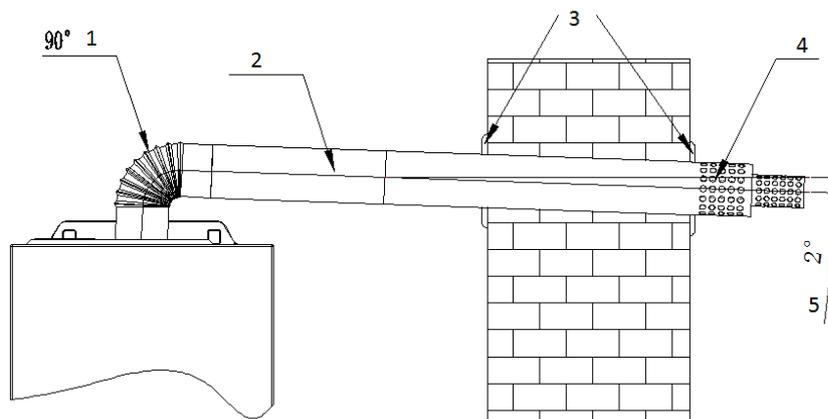

Рис. 15
В зависимости от фактического места установки котла можно столкнуться с ситуацией, когда длины трубы дымоотвода будет недостаточно для монтажа, или же необходим дополнительный поворот на 90°, тогда возможно, основываясь на фактической потребности, заказать удлинение трубы или дополнительные отводы 90°, смотри рис. 15.
**ВНИМАНИЕ:** Общая составная длина (с учетом возможных поворотов на 90°) прямой трубы коаксиального дымо-/воздуховода (считая сразу же от отвода 90° после выхода из котла) **не должна превышать 3 м (см. рис. 15)**, при этом каждый дополнительный отвод 90° равнозначен увеличению длины трубы коаксиального дымо-/воздуховода на 1 м.
Раздельная система дымоходов и воздуховодов диаметром 80мм часто применяется в случаях монтажа, когда невозможно использование коаксиальной системы дымо-/воздуховода типа «труба в трубе» из-за превышения максимально допустимой длины, или при поквартирном отоплении многоэтажных домов в случае необходимости подсоединения к различным вертикальным коллективным (идущим через несколько этажей) каналам дымохода и воздухозабора (см. схемы на рис. 15а).
**ВНИМАНИЕ:** Общая составная длина (с учетом возможных поворотов на 90° и 45°) труб дымохода и воздуховода (считая сразу же от отвода 90° после выхода из котла) **не должна превышать максимальных расстояний, указанных на рис. 15а**, при этом каждый дополнительный отвод 90° равнозначен увеличению длины трубы дымохода или воздуховода на 0,5 м, а каждый дополнительный отвод 45° равнозначен увеличению длины трубы дымохода или воздуховода на 0,5 м.
Обзор возможных вариантов подключения котла к различным исполнениям и типам дымо-/воздуховодных систем приведен на рис.15а.
Рис. 15а.